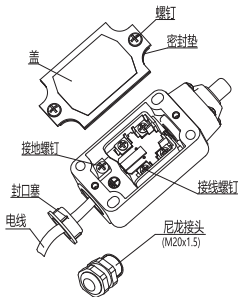
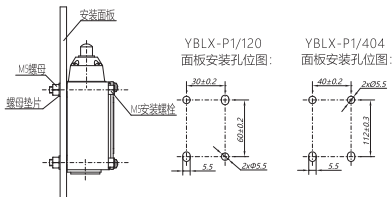
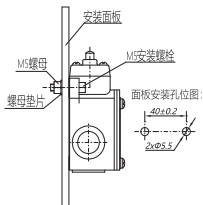
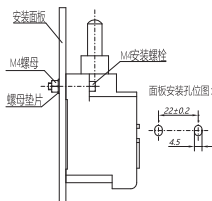

图12 布线示意图
图13 YBLX-P1/120、YBLX-P1/404安装示意图
图14 YBLX-P1/100、
图15 YBLX-P1/020/
7.2.1 安装：松开盖螺钉→按图12接线→拧紧盖螺钉（密封垫必须正确装回）→按图13或图14或图15安装。